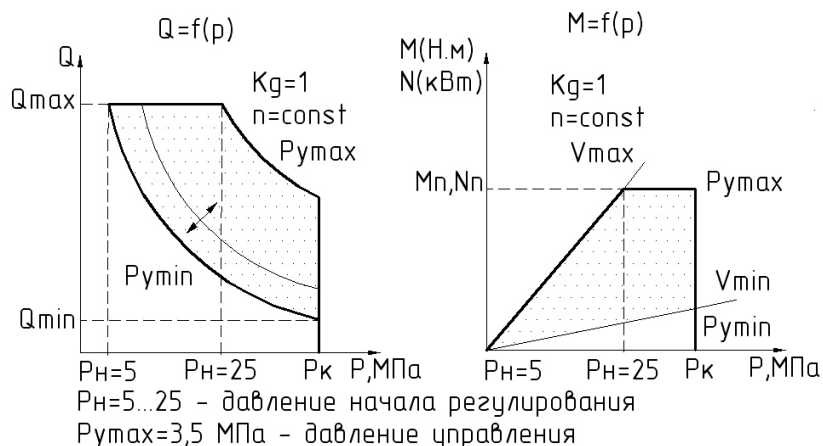

Рис. 25 – График зависимости подачи Q , крутящего момента M и потребляемой мощности N от изменения давления p .
- При отсутствии давления управления $P_y = 0$ (рис. 25) насос находится на минимальном рабочем объеме V_{min} , обеспечивая минимальную подачу Q_{min} и потребляемую мощность N_{min}